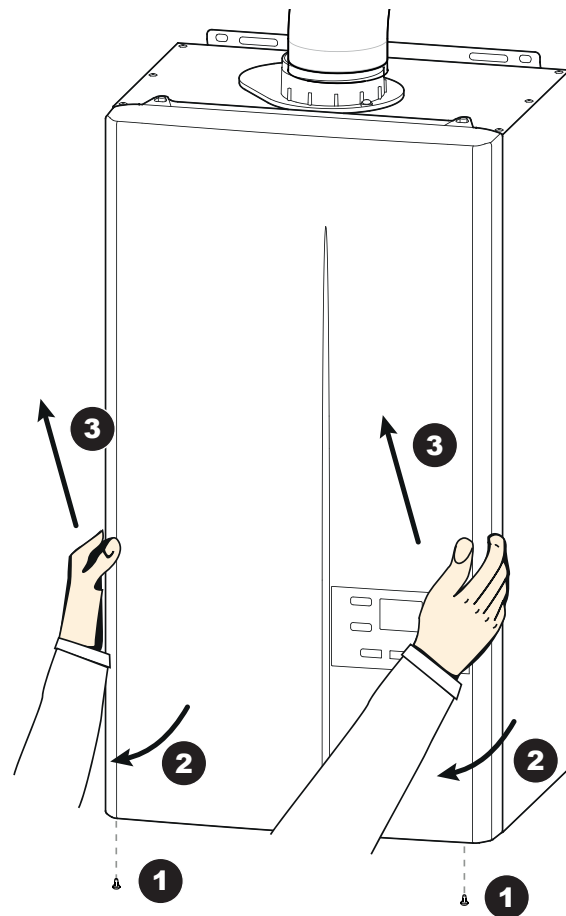

fig. 30 - Desmontaje de la tapa frontal
- Retire la tapa frontal (consulte fig. 30, página 46).